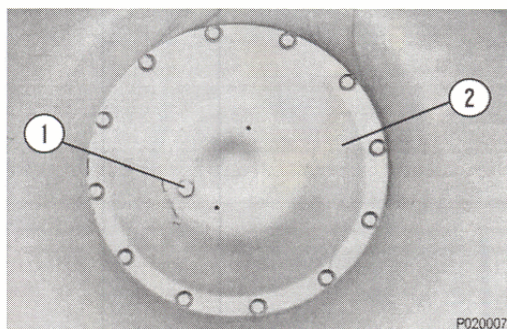

FIGURA 2-7
9. TAPON MAGNETICO – Saque los tapones magnéticos de las cubiertas del cubo de la rueda delantera e inspeccione por si estuvieran sucias. Limpie los tapones y realice cualquier reparación que sea necesaria. Consulte la Figura 2-7.